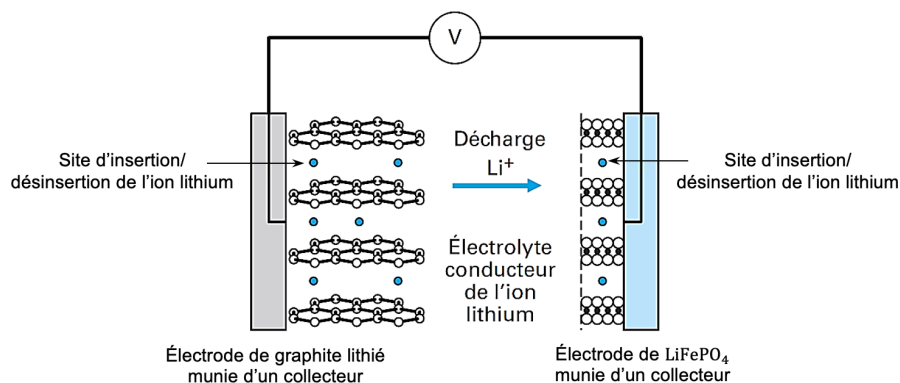

Figure 2 : Schéma illustrant la décharge d'une cellule lithium-ion, faisant intervenir des composés d'insertion (graphite lithié et $LiFePO_4$).
- En décharge, l'accumulateur délivre du courant. Le lithium stocké dans l'électrode négative se désinsère, libère un électron et les ions Li^+ migrent vers l'électrode positive à travers l'électrolyte. Les ions Li^+ se réinsèrent dans l'électrode positive et les électrons se recombinaient dans l'électrode induisant une réduction. La figure 2 suivante montre un schéma de ce fonctionnement (le séparateur polymère n'a pas été représenté).
La figure 2 est reproduite dans **le document – réponse à rendre avec la copie.**
Q4. Compléter le schéma de la figure 2 du **document – réponse à rendre avec la copie** en indiquant le sens de circulation des électrons dans le circuit extérieur lors de la décharge ainsi que la nature de chacune des électrodes (anode ou cathode).